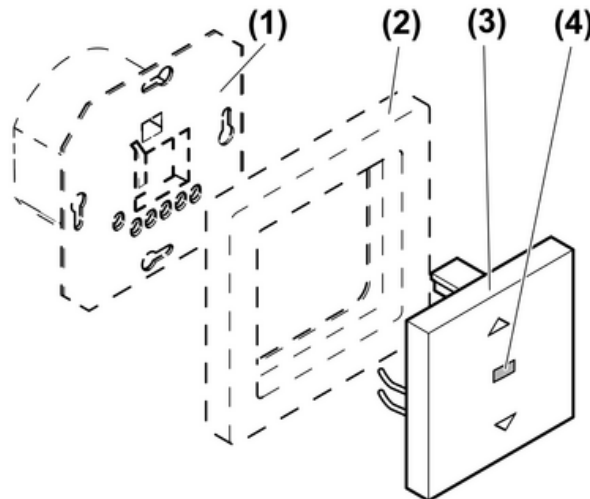

Figure 1: Conception de l'appareillage
- Monter la garniture (3) avec le cadre (2) sur la commande du store (1) (figure 1).